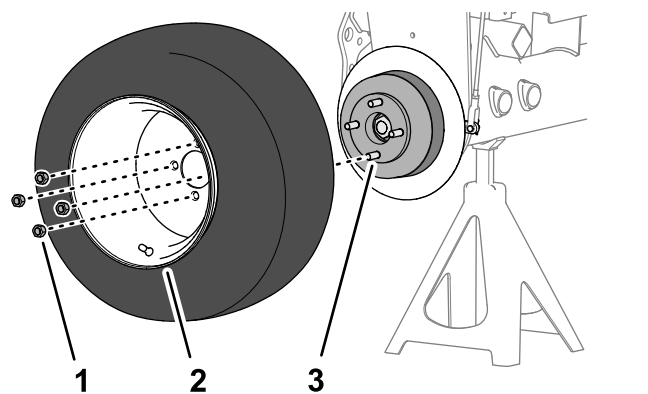

Рисунок 75
- Установите колесо на ступицу с помощью 4 зажимных гаек (Рисунок 75) и затяните зажимные гайки от руки.